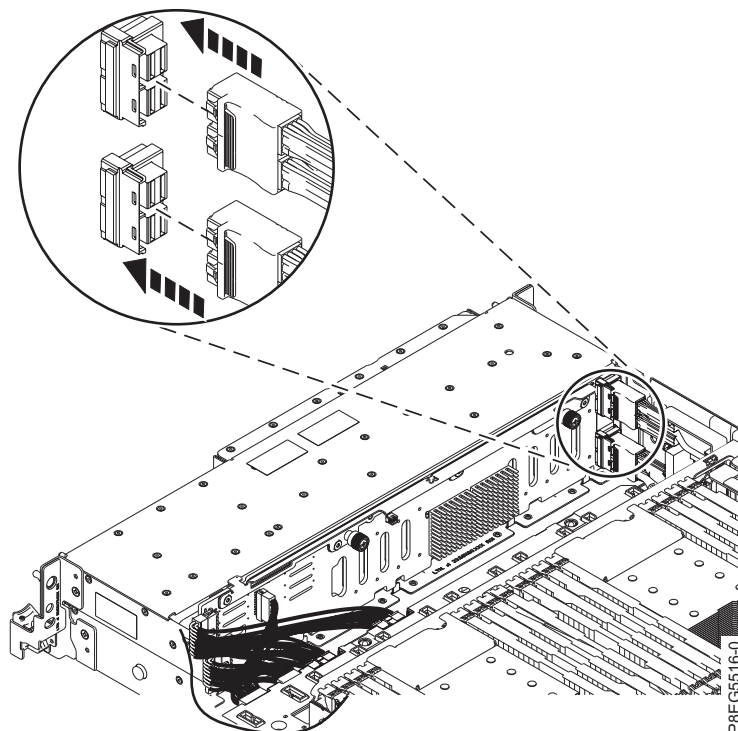

図 21. 前面 SAS ケーブルの再接続
7. 図 21 に示すように、前面 SAS ケーブルをディスク・ドライブ・バックプレーンに再接続します。止め金が掛かるまで、コネクタを内部に押します。